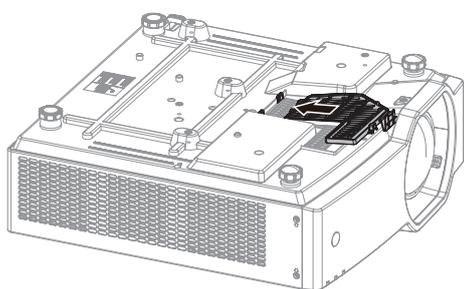

Fig. 1
- Inserire la griglia di aspirazione dell'aria nei fori del corpo del proiettore nella direzione indicata nella Fig. 1.